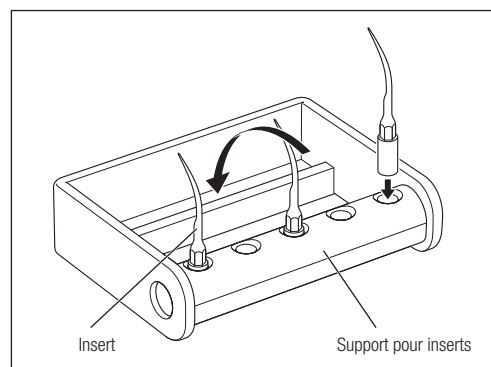

Fig. 60
- Le support pour inserts peut être stérilisé en autoclave. Jusqu'à 5 inserts peuvent être stérilisés simultanément. Faites tourner le support dans le sens indiqué par la flèche pour que les inserts soient fixés au cadre destiné à la stérilisation (Fig. 60).